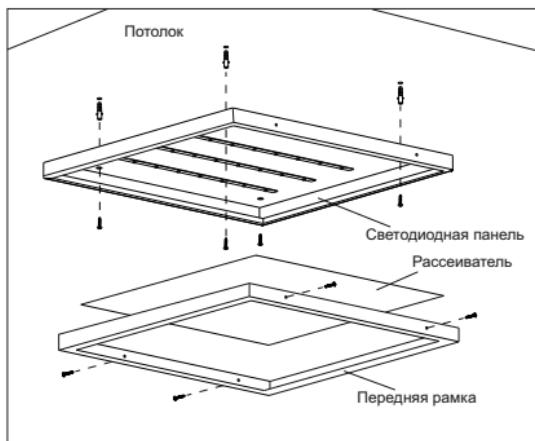

Рисунок 1
- фаза (L) – коричневый провод;
- нейтраль (N) – синий провод;
- защитный проводник (PE) – жёлто-зелёный провод.
– накладной монтаж производить непосредственно на поверхность потолка с креплением светильника через отверстия в корпусе (рисунок 1). Крепёж для накладного способа монтажа в комплекте не поставляется;